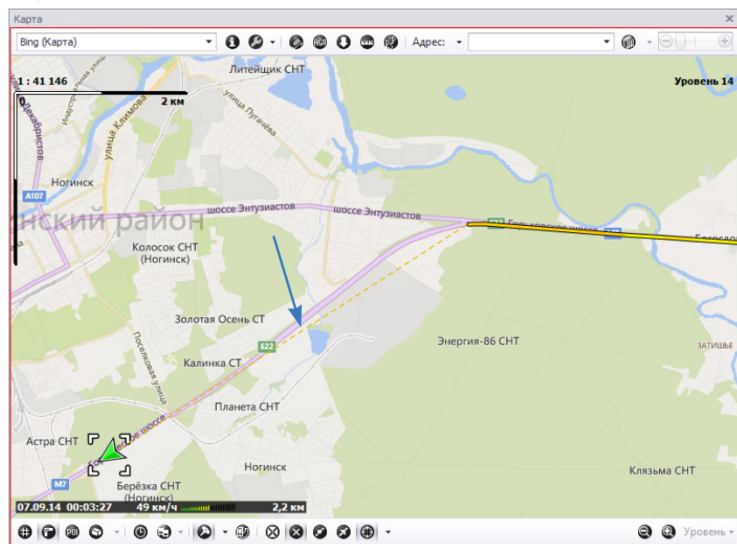

Рис.105. Пунктирная линия на треке.
- Если между соседними точками трека прошло длительное время, то трек на карте может заменяться пунктирной линией, соединяющей эти точки. Появление пунктирной линии на треке может означать отсутствие координат или плохие условия приема, и, как следствие, недостоверные координаты. На **Рис.105** приведен пример соединения точек трека пунктирной линией.